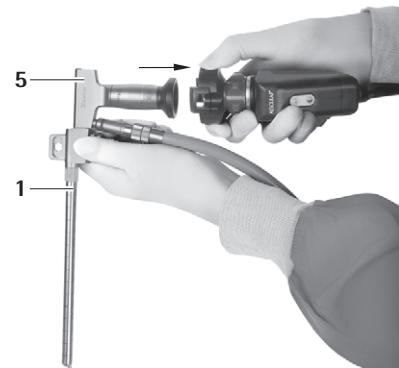
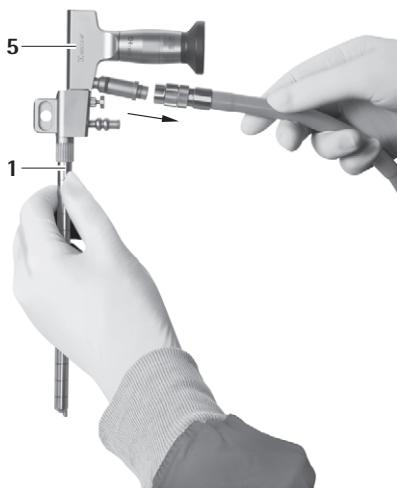

Fig. 6
Fig. 7
- ▶ Togliere la videocamera e il cavo a fibre ottiche 5, vedere Fig. 6 e vedere Fig. 7.